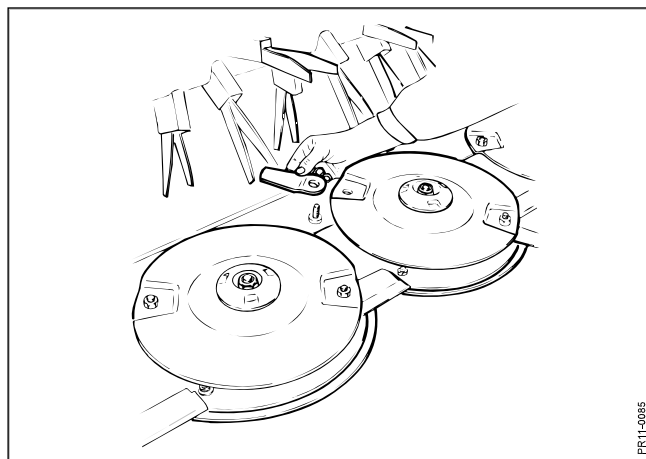

Fig. 6-9
- Fig. 6-9 For at opnå tilfredsstillende afhøstning, er det vigtigt, at knive og modskær er i orden og skarpe. Knivskift foretages ved at afmontere knivbolten og trække denne nede ud af skiven. Dette kan lettest ske, når kniven er i forrest stilling, så bolten kan falde ud gennem hullet i stenbeskytteren. Den gamle kniv fjernes og den nye monteres sammen med knivbolten.